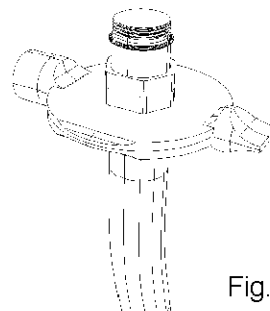

Fig. 2
- Fig2 – Chave da válvula de esvaziamento.